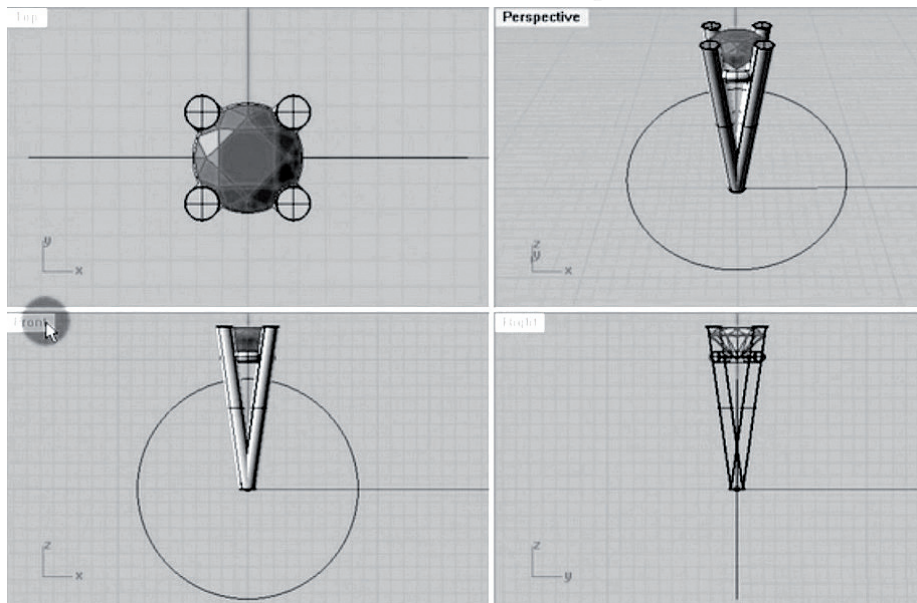

Рис. 108. Каст с камнем
18. Вставляем камень диаметром 4,1 мм (рис. 108).